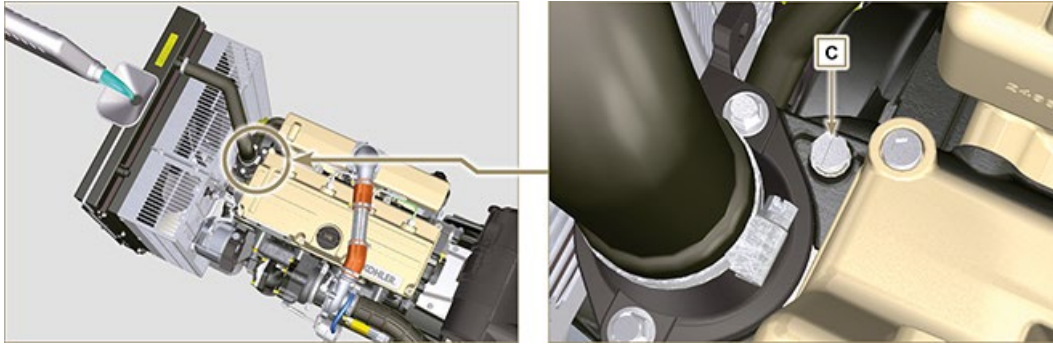

Fig. 4.5
4. Afloje el tornillo **C**, deje salir el aire que pueda haber y atornille el tornillo **C** (par de apriete de **8 Nm** - **Fig. 4.5**).